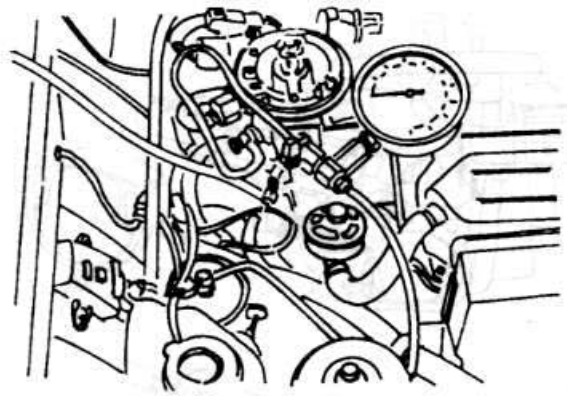

Рис. 2.128
- ♦ Подсоедините манометр для проверки давления топлива (рис. 2.128).